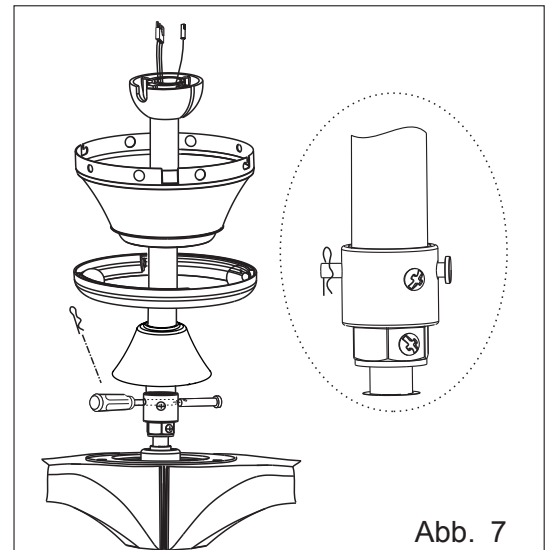

Abb. 7
13. Ziehen Sie die beiden Schrauben an der Stangen-Halterung fest (Abbildung 7)